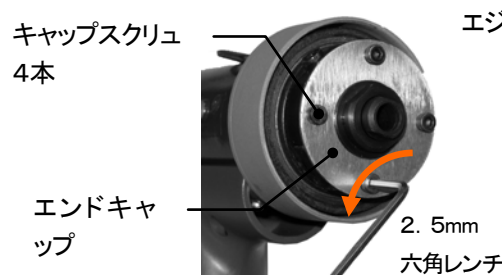

図7-6
- (3) キャップスクリューを2.5mm 六角レンチで外した後、エジェクタを外してください。(図7-6、7)